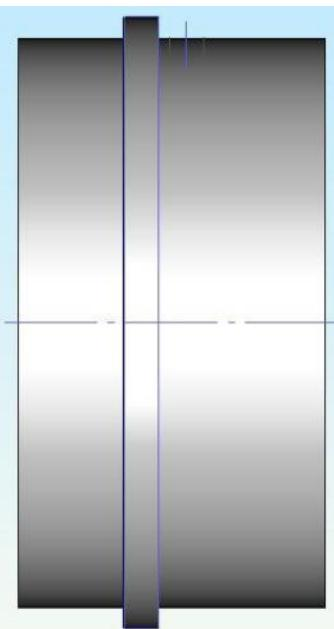

Рисунок 8. Получение проекции грани
4. Укажите грань на втулке (рис. 8), где должен быть установлен фланец.